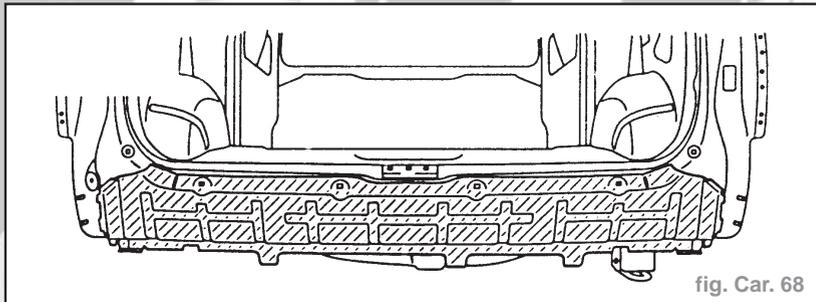

fig. Car. 68
- Déposer les pièces rapportées. Panneau latéral, en bas, enlever par forage : Panneau latéral, tôle de plancher (fig. Car. 68).